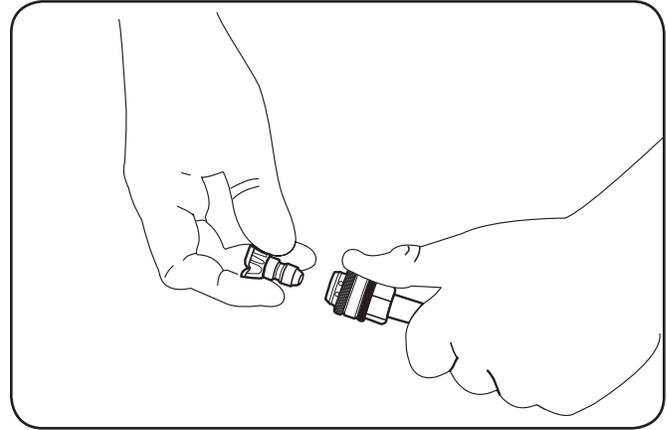

Figure 4-2
1. Tire el acople de conexión rápida hacia atrás e inserte la boquilla. Ver la Figure 4-2.